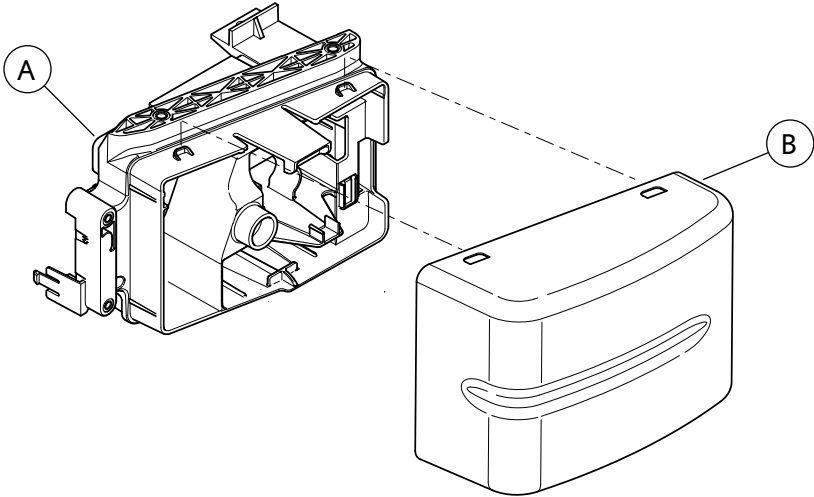

图4。维修零件：电气匣和匣盖
1. 参见图4。拆下原有匣盖。从保留凸块上拉盖顶部，然后向下将其从底部的蝶片释放。